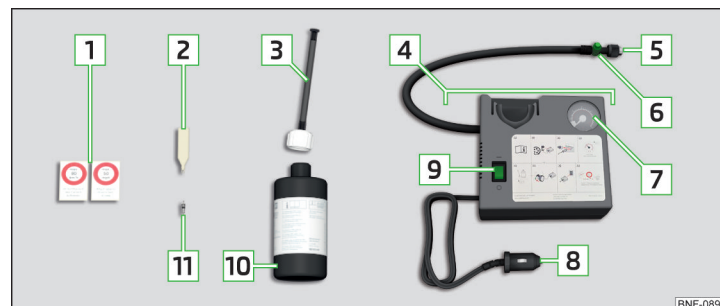

Fig. 335 Description du kit de dépannage
- Placez l'embout de vanne  » fig. 335 à la page 307 sur l'insert de vanne afin que les deux correspondent.
- Vissez fermement le flexible de gonflage des pneus  » fig. 335 à la page 307 sur la valve du pneu.